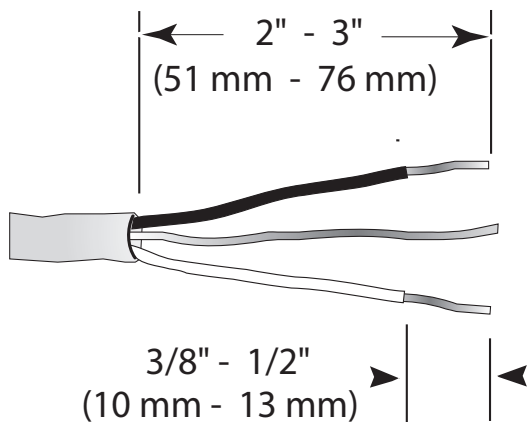

Figura 7
2. Retire entre 2 pulg. y 3 pulg. (51 - 76 mm) del revestimiento externo del cableado de suministro del hogar o del campo, como se muestra en la **Figura 7**. Retire entre $\frac{3}{8}$ pulg. y $\frac{1}{2}$ pulg. (10 - 13 mm) del aislamiento de cada cable como se muestra en la **Figura 7**.